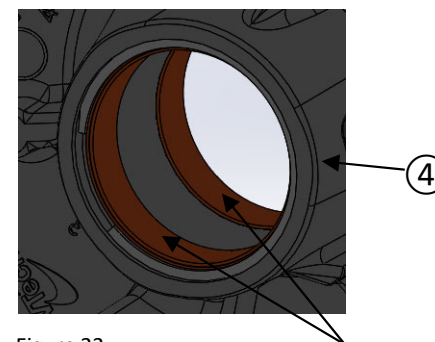

Figure 22
- Vérifiez les marques d'usure sur la came (9).
- Vérifiez les marques d'usure sur le ressort (7).
- Vérifiez l'usure des coussinets du flasque coulissant (4) (inspection visuelle seulement, figure 22). En cas d'usure excessive, vous devez remplacer le flasque coulissant (4) en entier.
Les coussinets ne peuvent pas être retirés du flasque coulissant (4) (figure 22).